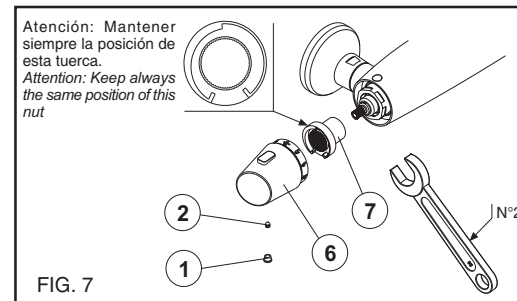

FIG. 7
Para extraer el cartucho termostático, desmontar la maneta reguladora de temperatura según el dibujo (Fig.7). Primero retirar la plaqueta (1) que va a presión, después quitar el tornillo (2) con un destornillador y sacar la maneta (6).